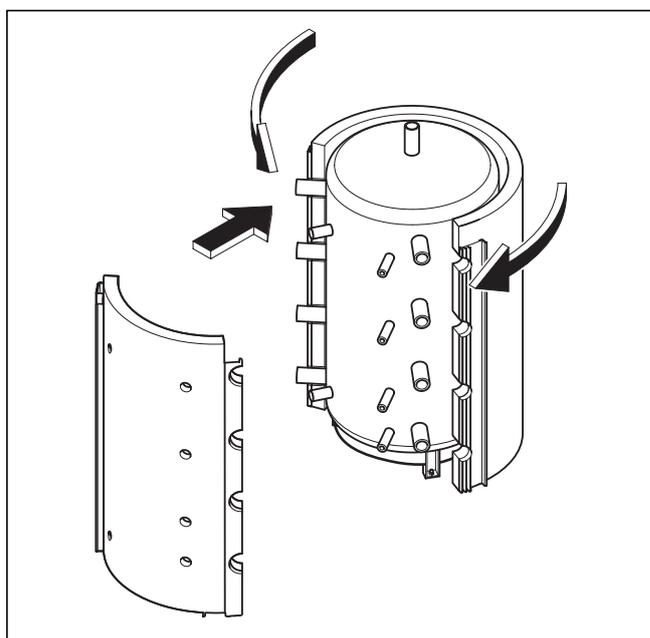

Fig. 4.8 Installation des enveloppes isolantes
- Enveloppez la grande enveloppe isolante (avant) comme illustré sur la fig. 4.8 en partant de l'avant autour du ballon d'accumulation.